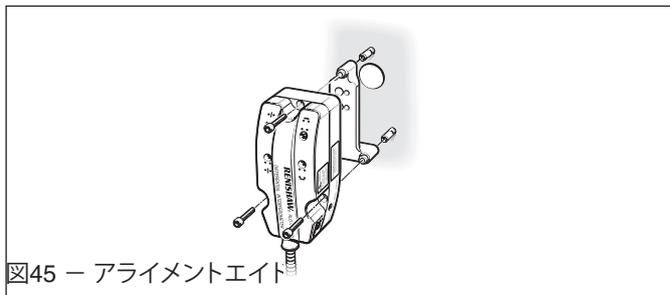

図45 - アライメントエイド
2. 図45に示すように、アライメントエイドキットに付属している3本のM3×25ネジを使用して、締め付けトルク0.6NmでチャンバーとDIヘッドの間にアライメントエイドを取り付けます。